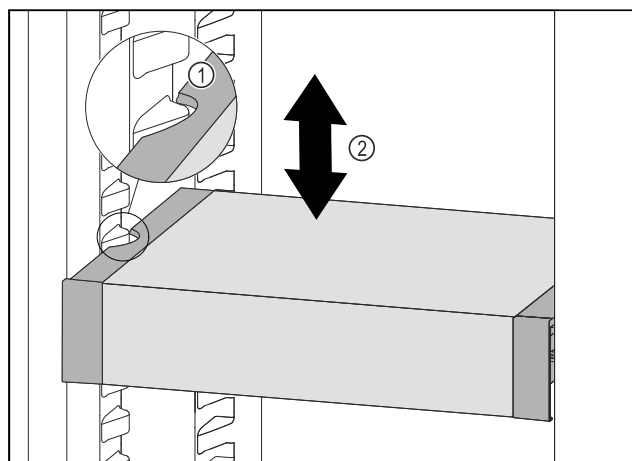

Fig. 126
- Tirer le VarioSafe vers l'avant jusqu'à ce que les encoches latérales du VarioSafe soient à la hauteur de la nervure du bac dans la partie réfrigérateur. Fig. 126 (1)
- Déplacer le VarioSafe vers le haut ou vers le bas dans la partie réfrigérateur jusqu'à ce que la hauteur souhaitée soit atteinte. Fig. 126 (2)